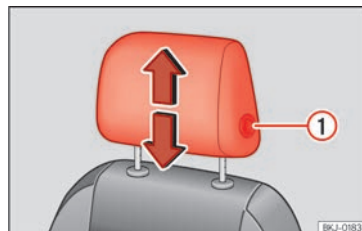
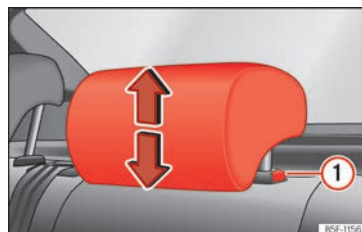

Abb. 63 Vordersitz: Kopfstützeinstellung.
Abb. 64 Kopfstütze hinten: Kopfstützeinstellung.
Sie zum Absenken auf gleiche Weise vor und drücken Sie die seitliche Taste ① »» (Abb. 63), »» (Abb. 64).